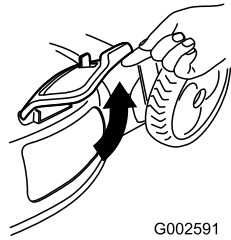

Figure 30
- Lift open the side-discharge door (Figure 30).